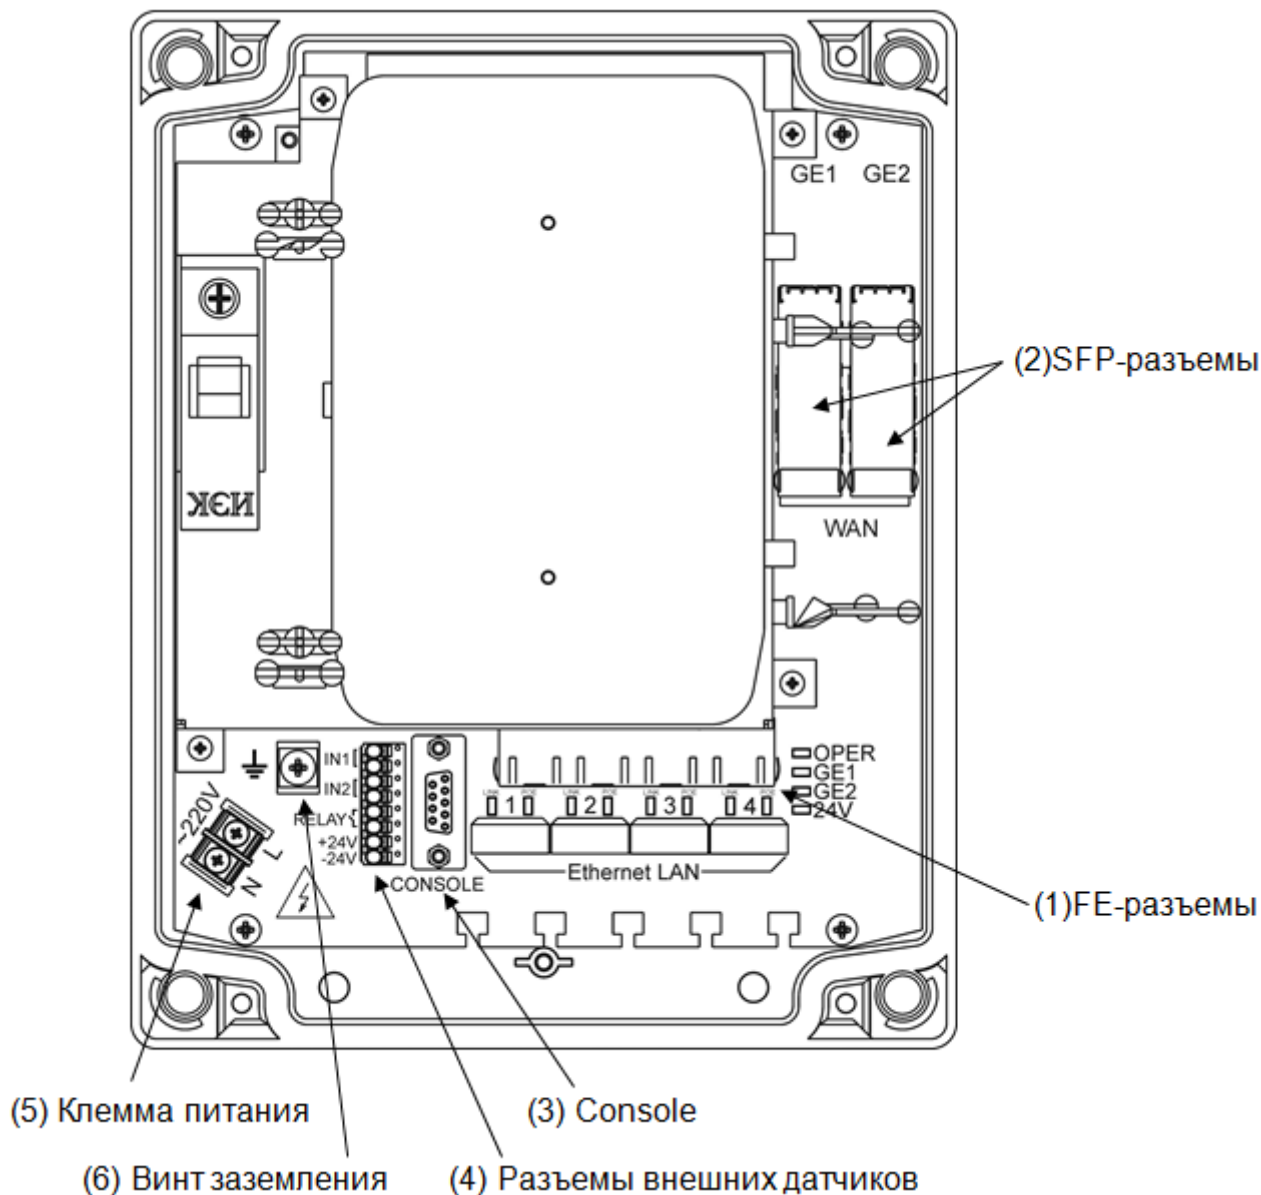

Рисунок 4.6. – Порты УСП Корунд
УСП «Корунд» содержит интерфейсы Ethernet типа RJ-45 (1), SFP-разъемы (2), интерфейс управления Console RS-232 типа DB-9 (3), разъемы внешних датчиков (4), клемма питания (5) и винт заземления (6), рисунок 4.6.